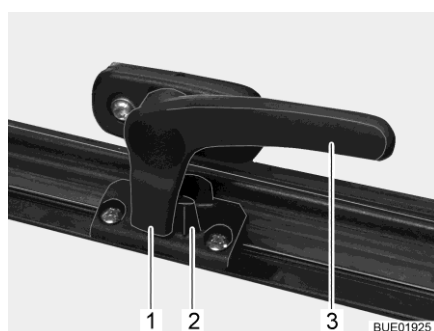

Fig. 13 Leva di serraggio in posizione "Chiuso"
- Ruotare la leva di serraggio (Fig. 13,3) di un quarto di giro verso il centro della finestra.
- Ruotare la leva di serraggio (Fig. 13,3) di un quarto di giro verso il telaio della finestra. Il nasello di chiusura (Fig. 13,1) si trova sul lato interno della chiusura della finestra (Fig. 13,2).
- In posizione "Completamente chiusa" (Fig. 13).